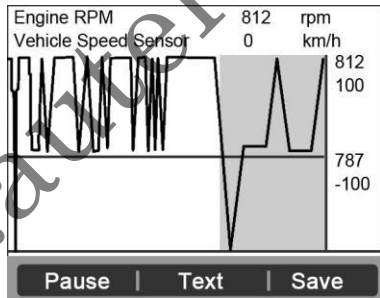

Рисунок 6.12
- Если в нижней части при выборе данных о параметрах появляется пункт **"Graphics"** (График), доступна графическое представление данных. Выберите **Graphics** для просмотра графика. (Рисунок 6.12) На экране появляются название данных о параметрах, текущее значение, максимальное и минимальные значения.